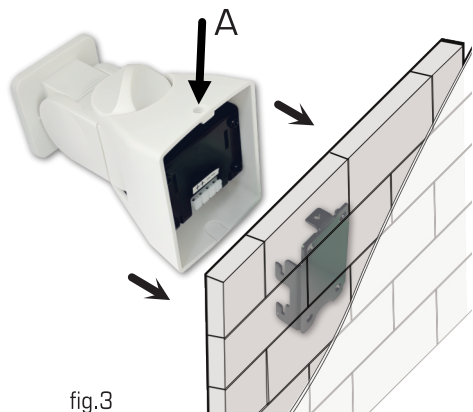

fig.3
Riferendovi alla Fig. 3, montate a parete la placca di supporto (utilizzando le viti e i tasselli in dotazione) in corrispondenza della condotta con i cavi di collegamento. Per il corretto fissaggio della placca appoggetela al muro e marcate con una matita i punti nei quali dovranno essere fatti i fori. Assicuratevi che dove forerete non siano presenti tubi di alcun genere. Procedete forando con un trapano il muro utilizzando la punta della misura dei tasselli, quindi appoggiate la piastra e fissatela avvitando le viti ai tasselli. Una volta collegati i cavi alla staffa, agganciate la staffa alla placca a muro, assicurandola tramite la vite da porre nel foro superiore (A).
Refer to Fig.3 to mount the support plate on the wall (using the included screws and plugs) where the duct with the connection cables is located. To fix the plate correctly, place it against the wall and mark with a pencil the points where the holes will need to be made. Make sure there are no pipes of any kind where you will drill. Proceed by drilling the wall with a tip of the same size of the anchors, then place the plate and secure it by screwing the screws into the plugs. Once the cables have been connected to the bracket, mount the bracket on the wall plate, securing it by means of the screw to be inserted in the upper hole (A).